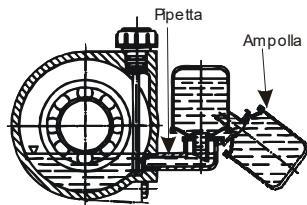

Fig.3: Oliatore
- se il supporto è provvisto di oliatore ribaltare l'ampolla e versare olio nella pipetta fino a raggiungere il livello come indicato in fig.3: riempire l'ampolla e portarla in posizione verticale. Controllare che il livello nell'ampolla rimanga costante. Gli oli indicati in tab. 1 sono validi per temperature comprese tra -10° e 120° C.